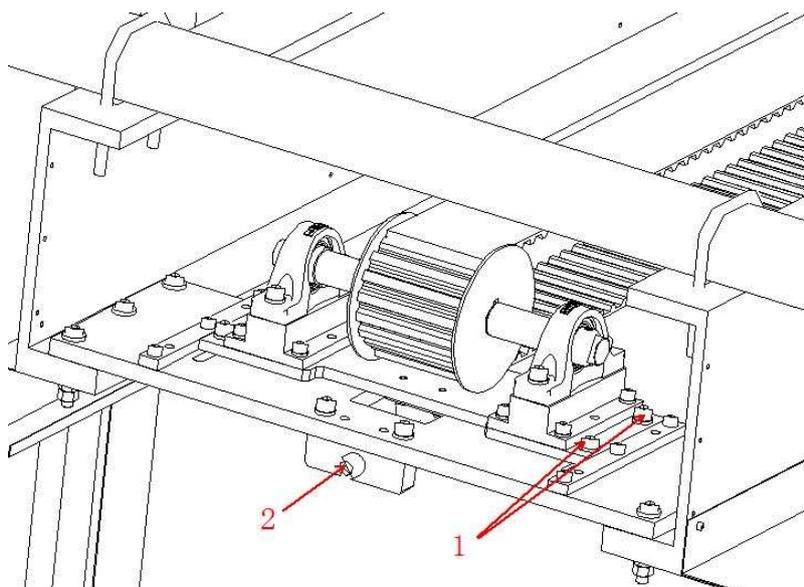
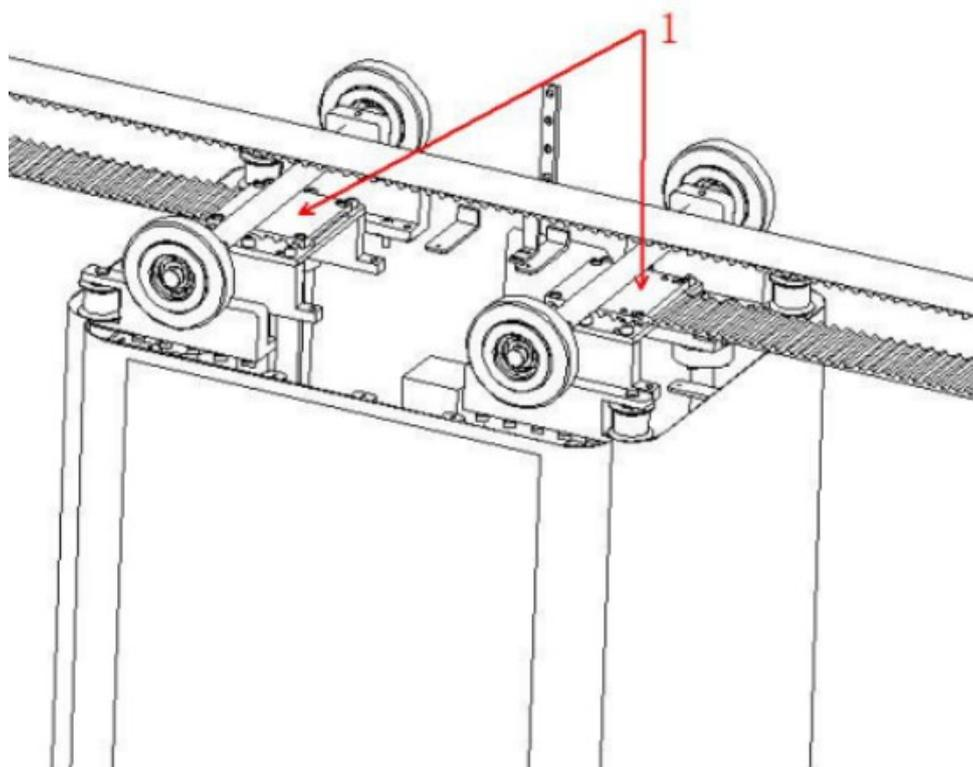

图 7-18 同步带张紧示意图
图 7-20 同步带压板拆卸
- 拆下图 7-18 中 1 处的螺母，同时用内六角扳手松开 1 处的螺栓；
- 用内六角扳手对图 7-18 中 2 处的螺栓进行拧紧，直至同步带张紧；
- b) 将图 7-18 中 2 处的张紧螺栓松到底，把图 7-20 中的同步带压板拆下，取下同步带，然后用铁块把搬运小车轮子挡住，防止搬运小车移动。
c) 将新的同步带安装好，然后拧紧图 7-18 中 2 处的张紧螺钉，使同步带张紧。